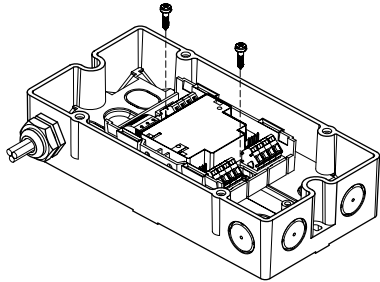

Рис. 3
- В корпус FDCH221 (Рис. 3)
5. Для установки модуля в корпус используйте два винта M3 x 12 (Рис.3).